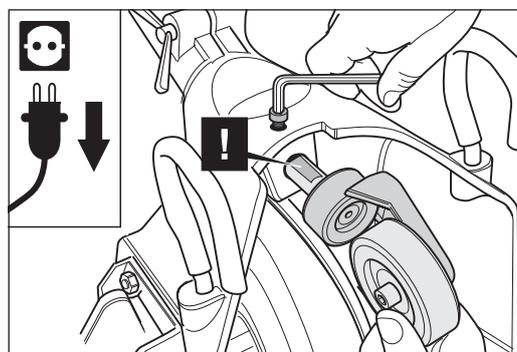

Abb. 52 Lösen der Halteschraube und herausziehen der Spornachse aus der Gehäusebohrung. Beim Einbau die Spannfläche der Spornachse zur Schraube hin ausrichten.
- 4 Falls Sie das komplette Hinterrad mit Sporngehäuse austauschen wollen, lösen Sie die Schraube, mit der die Spornachse des Hinterrades im Maschinengehäuse befestigt ist (Abb. 52).
- 5 Ziehen Sie die Spornachse mit dem Sporngehäuse aus der Gehäusebohrung (Abb. 52).
- 6 Bauen Sie das komplette neue Hinterrad in umgekehrter Reihenfolge ein. Schieben Sie die Spornachse bis auf Anschlag und befestigen Sie es wieder im Maschinengehäuse. Richten Sie dabei die Spannfläche der Spornachse zur Schraube hin aus (Abb. 52).